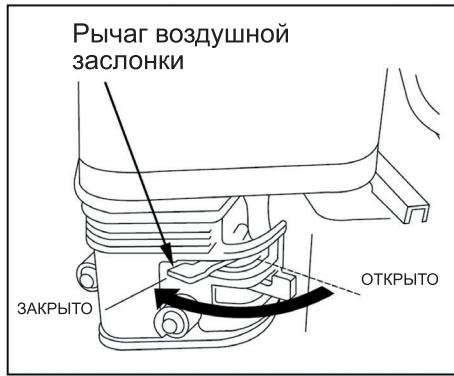

Рис. 21
2. При запуске холодного двигателя переведите рычаг управления воздушной заслонкой в положение «**ЗАКРЫТО**» (рис. 21). Не закрывайте воздушную заслонку, если двигатель прогрет.